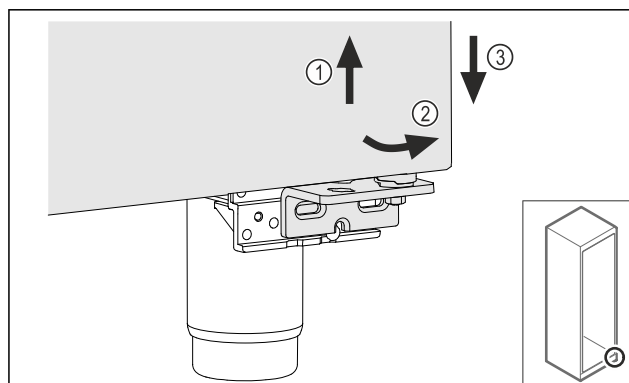

Fig. 24
- Løft døren en smule Fig. 24 (1), vip den fremad forned Fig. 24 (2), og sænk den Fig. 24 (3).